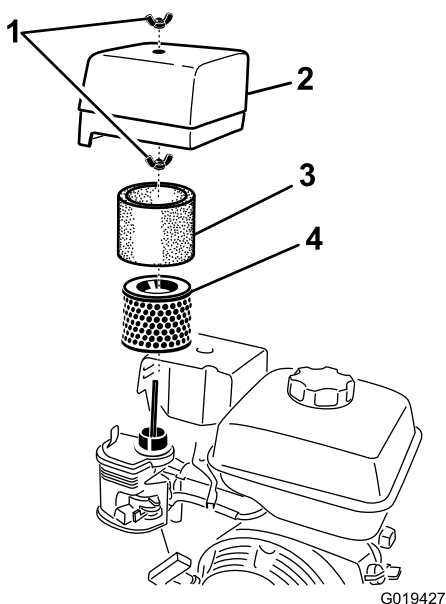

Figure 14
3. Retirez l'écrou de fixation du couvercle (Figure 14).
6. Déposez les éléments en mousse et papier de la base (Figure 14).
7. Sortez l'élément en mousse de l'élément en papier (Figure 14).